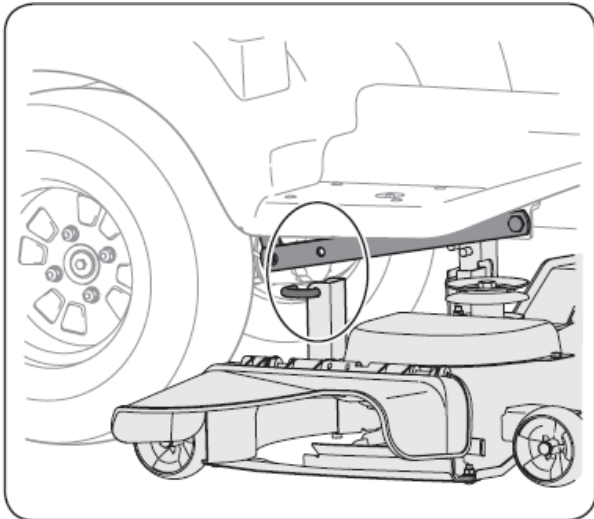

Figure 7-5
3. Alignez les bras de force du tracteur à l'aide des goupilles de soutien du plateau trouvées sur les supports arrière du plateau. Consultez la Fig. 7-5.